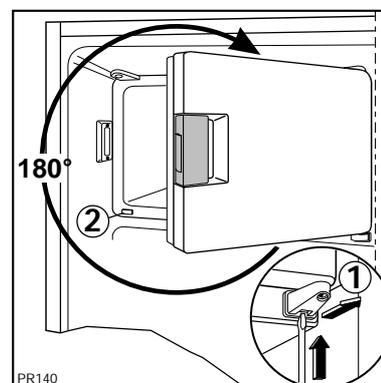

Abb. 8
Mit Hilfe eines Schraubenziehers den Scharnierträger (1) lösen. Dazu auf die innere Feder drücken (Abb. 8) und den Scharnierträger gemeinsam mit der Verdampferfachtür herausziehen;